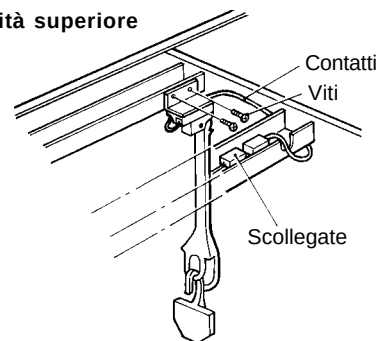

Fig. 8
10) Prima di impilare due o più distributori, togliere la copertura in plastica che riveste il canale di cablaggio dell'unità superiore o centrale. Scollegare i contatti sull'interruttore di comando della vaschetta (con innesto a tre). Togliere le viti e l'interruttore di comando della vaschetta. Componendo pile di due o più distributori, quest'interruttore diventa inutile. Conservarlo dopo averlo rimosso. Vedere la Fig. 8.